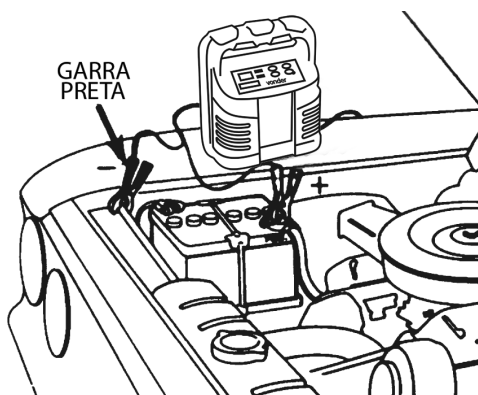

Fig. 4 – Carregando bateria no veículo
- 1 - Conecte a garra vermelha do carregador no polo positivo da bateria, Fig. 4;
- 2 - Conecte a garra preta do carregador no chassi, afastado da linha da bateria e de combustível, Fig. 4;